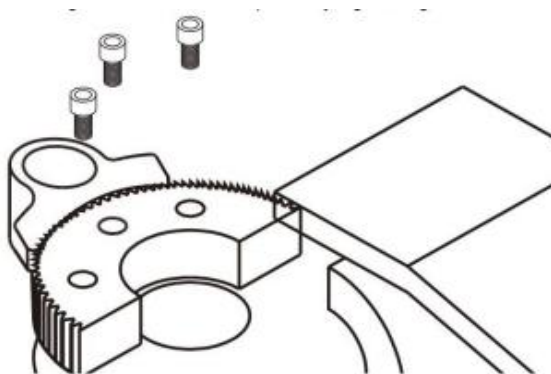

Bild 9
**Stellen Sie nach dem Einstellen des Abstands zwischen den kleinen und großen Zähnen die Fixierschrauben der großen Zähne fest (siehe Abbildung 9).